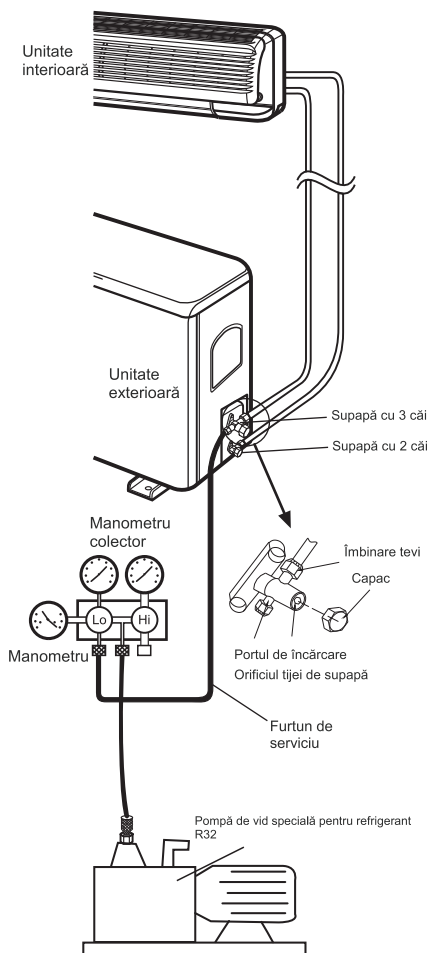

Fig.6
1.Verificați dacă conductele au fost conectate corect, îndepărtați capacul orificiului de încărcare și conectați manometrul colector și pompa de vid la supapa de încărcare a unității interioare cu ajutorul furtunurilor de serviciu, așa cum se arată în Fig.6.